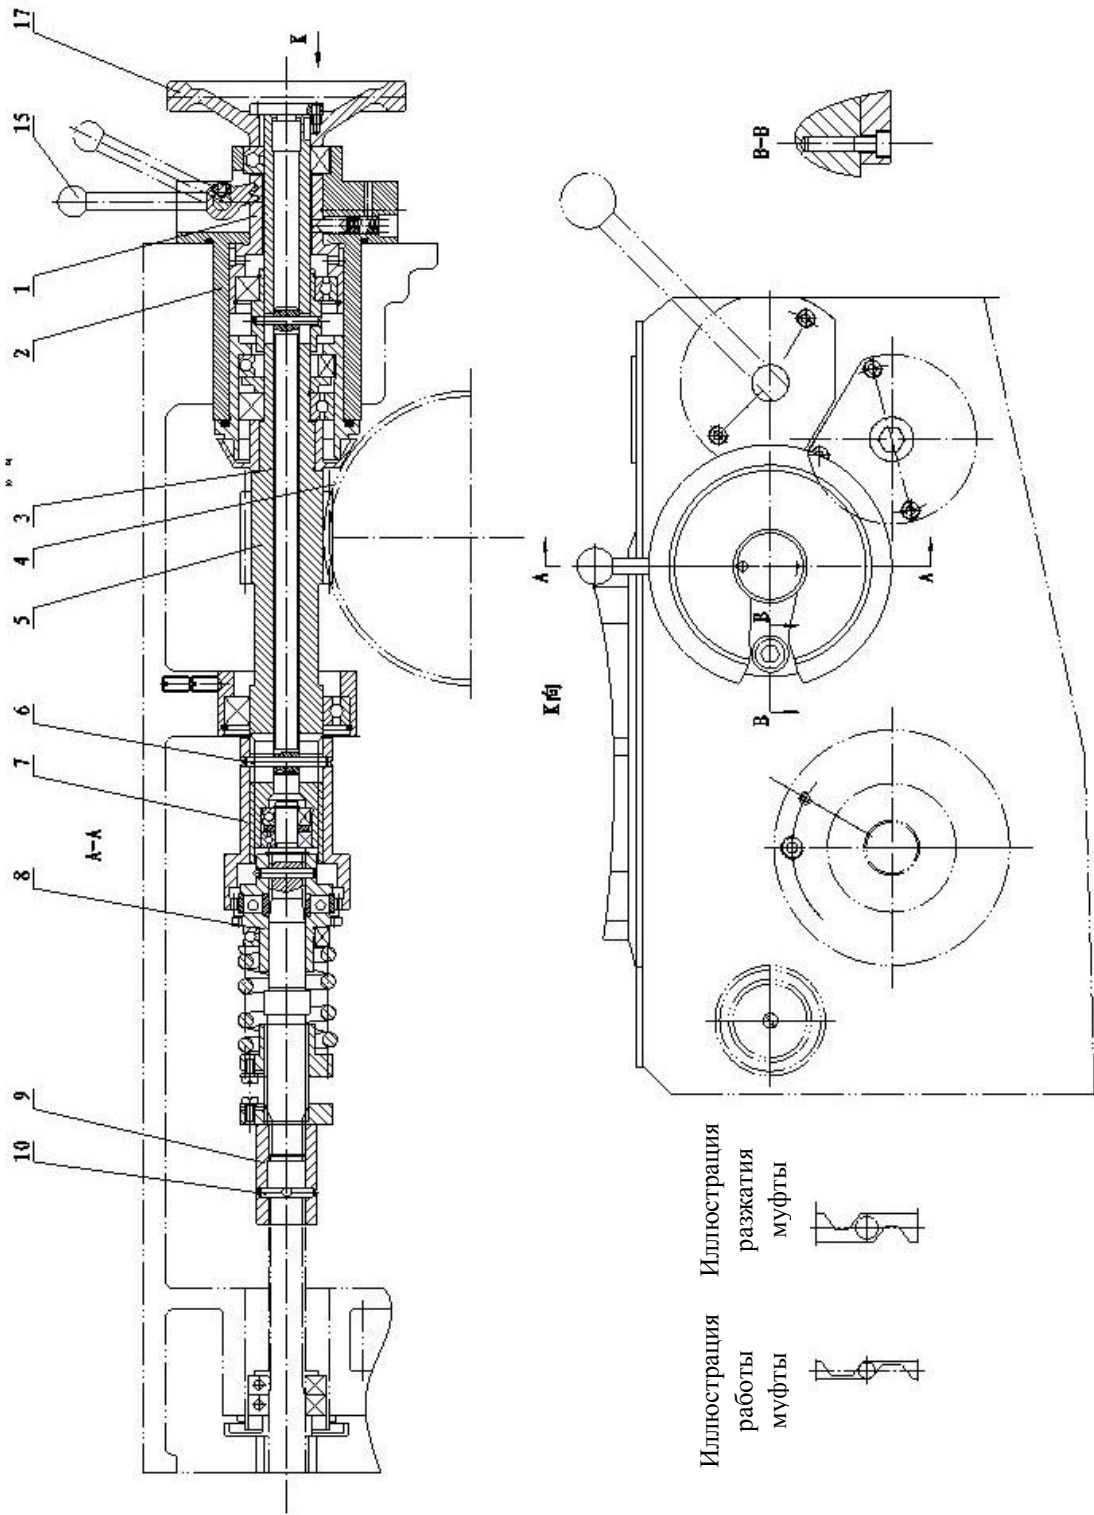

Рисунок 10-3 Шнек
(1) Червячный вал (Рисунок 10-3)
(5) Регулировка силы подачи (Рисунок 10-3)